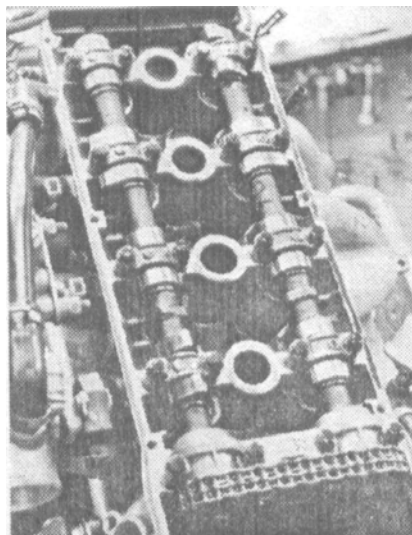

Рисунок 23 – Снятие крышек опор распределительных валов
- снять крышки распределительных валов, проверив правильность меток на них (рисунок 23);